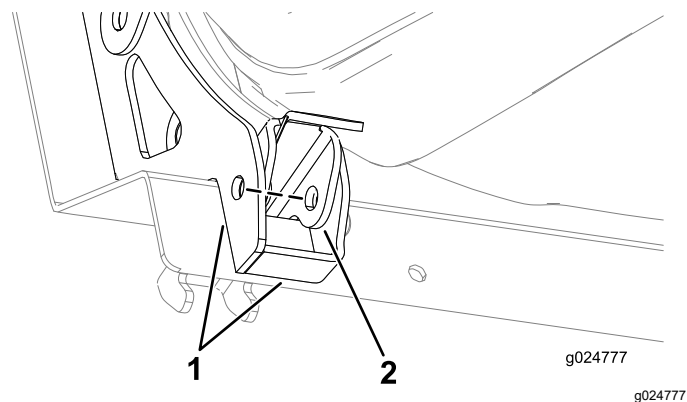

Figura 22
5. Alinee los taladros del enganche con los taladros de las pestañas del asiento (Figura 22).